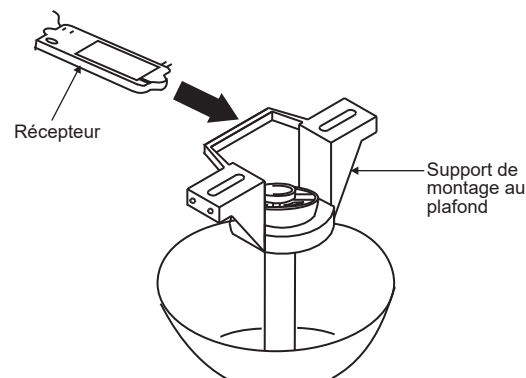

Fig. 13
Étape 1. Insérer le récepteur dans le support de montage de plafond avec le côté plat du récepteur, face au plafond. (Fig. 13) Pour une meilleure performance, s'assurer que l'antenne noire, au bout du récepteur, demeure déployée, et qu'elle ne soit pas entourée de fils électriques. MONARCH